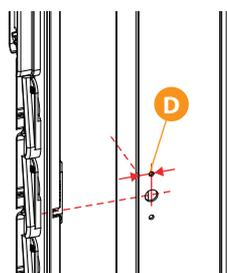

Fig. 01
1. Rilevare la posizione in altezza della vite senza fine del meccanismo di rotazione "A", accostando il profilo montante al profilo anta (Fig. 01)
2. Realizzare sul profilo anta un foro Ø 8 mm (Fig. 01) alla distanza D per come specificato nella tabella A sottostante